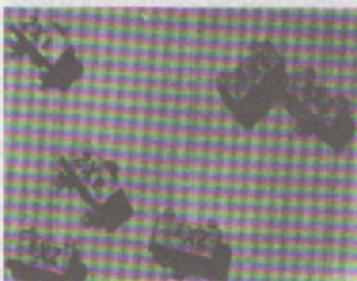

Fig.6 Transistors
tier SO23 plastique à trois broches (3 x 2,5mm) (Fig. 6)
- * On peut comparer l'eau avec le courant (ou faire une ressemblance) (ou faire un schéma d'équivalence) (Fig 6)